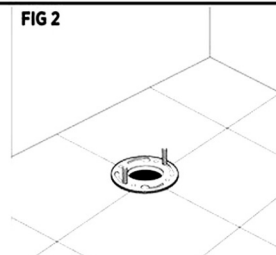

FIG 3
- 2** Attach flexible water supply line to the inlet of the fill valve and hand tighten only. **At this point, DO NOT connect to the water shut-off valve.** (Figure 3)
Joignez la conduite d'arrivée d'eau flexible à l'orifice d'entrée du robinet de remplissage et serrez à la main seulement. À ce moment-là, NE connectez PAS le robinet d'arrêt. (Figure 3)